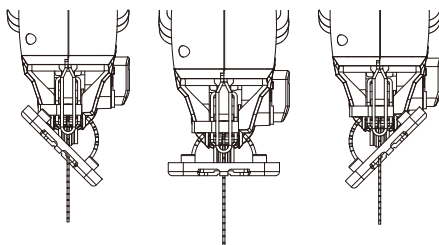

Fig. 11
La placa base (10) se puede girar a la derecha o a la izquierda para realizar cortes en bisel de hasta 45° (Fig. 11). La placa base tiene ranuras de bloqueo a 0°, 15°, 30° y 45° a la izquierda y a la derecha para poder ajustar el ángulo de biselado preciso.